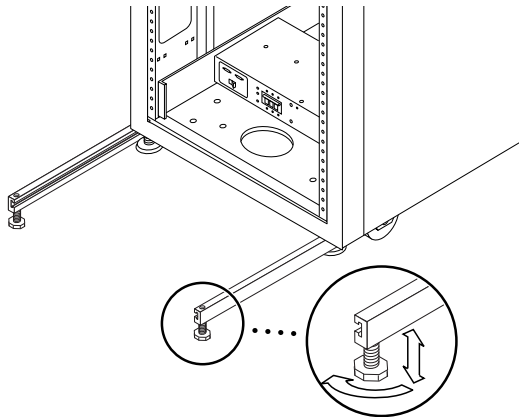

图 2-4 调整固定支撑腿上的水准垫
6. 使用水准扳手并调整两个固定支撑腿上的支脚，使支脚接触地面（图 2-4）。